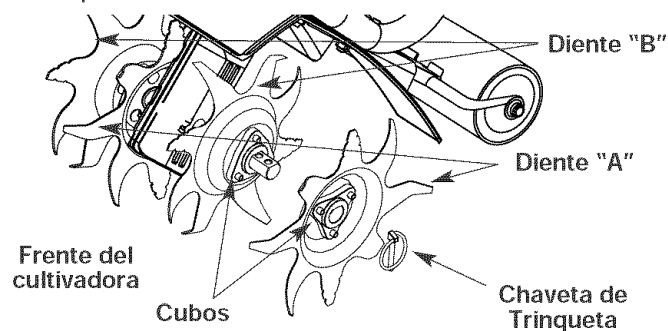

Fig. 12a
2. Saque las presillas del pasador de la horquilla y los pasadores de la horquilla (Fig. 12a).